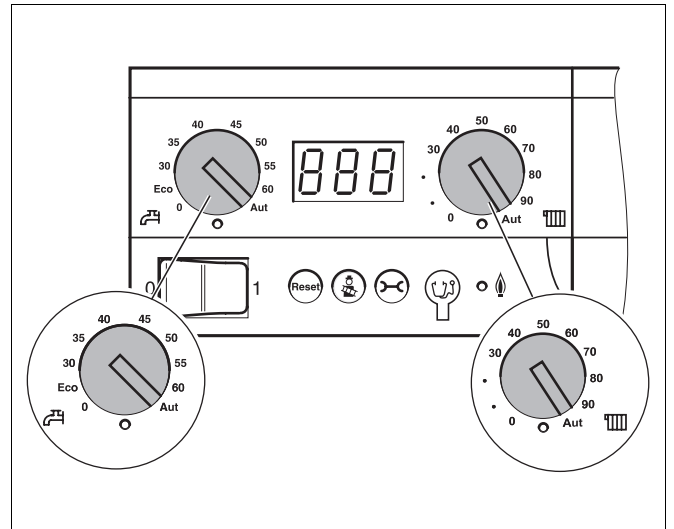

Bild 4 Basiscontroller Logamatic BC10
- Drehen Sie beide Drehknöpfe (Bild 4) am Basiscontroller Logamatic BC10 auf „Aut“ (Automatik-Betrieb). In dieser Stellung übernimmt die Bedieneinheit RC30 die Kontrolle.